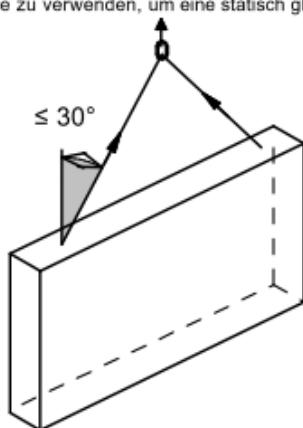

Bild 1
- 6) Zusätzlich erforderliche Lagesicherung am Wandfuss vorbereiten (z.B. Aussparungen für Dorne) (siehe Bild 1 Dollenverbindung bzw. siehe Bild 2 unten mit Laschendorf)
Beim Versetzen darauf achten, dass bereits gestellte Wände nicht beschädigt oder verrückt werden. Kerngedämmte Fertigteile mit Vorsatzschalen („Sandwichwände“) kippen nach aussen, sind daher zu sichern. Wandelemente gem. Wandstellplan auf Unterlagspunkte und Grundrißmarkierung in das vorbereitete Mörtelbett stellen und ggf. zusätzlich erforderlich Dollen (siehe Bild 1 und 2) berücksichtigen. Lage evtl. durch Keile sichern. Pro Element sind mindestens zwei Schrägstützen notwendig. Diese werden mit Schrauben und Unterlegscheiben an den in den Wandelementen vorgesehenen Hülsen/Dübeln angeschraubt und auf der Bodenplatte angedübelt. An allen in den Wandelementen vorgesehenen Hülsen/Dübeln ist eine Schrägstütze anzubringen. Für die Schrägstützen einen Neigungswinkel von 50 Grad zur Aufstellfläche nicht überschreiten, besser mit 45 Grad arbeiten. An einem Befestigungspunkt jeweils nur eine Schrägstütze anbringen.